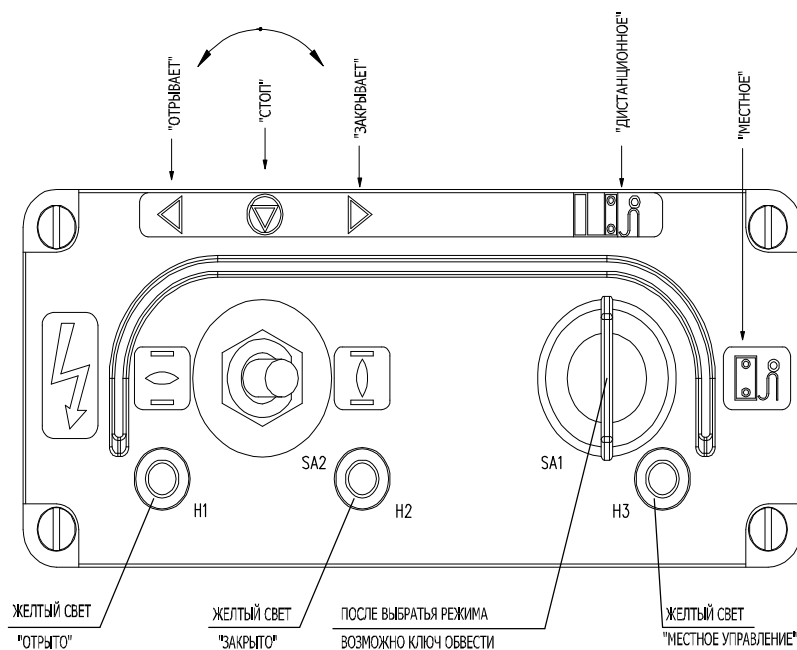

Рис.14
4.9 Местное электрическое управление (рис.14):